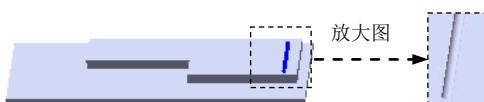
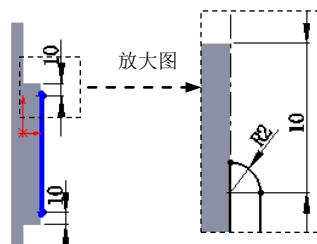

图 17.7.9 创建切除—旋转 1
图 17.7.10 横断面草图
Step5. 创建图 17.7.9 所示的切除—旋转 1。
(1) 选择命令。选择下拉菜单 **插入(I)** → **切除(C)** → **旋转(R)…** 命令。
(2) 定义特征的横断面草图。选取 Step4 绘制的基准面 1 作为草图平面，绘制图 17.7.10 所示的横断面草图（包括旋转中心线）；采用草图中绘制的中心线作为旋转轴线。
(3) 定义旋转属性。在 **方向 1** 区域的下拉列表中选择 **给定深度** 选项，在 **文本框** 中输入数值 360.0，采用系统默认的旋转方向。
(4) 单击 **确定** 按钮，完成切除—旋转 1 的创建。